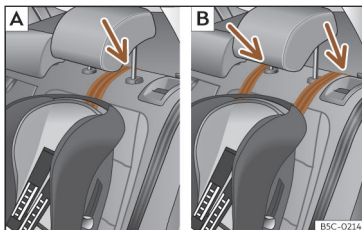

Fig. 39 Bancos traseiros: ajuste e montagem em função do cinto Top Tether.
- **Bancos traseiros:** passe a correia por baixo do encosto de cabeça (em função das instruções da própria cadeira, levante ou retire o encosto de cabeça se for necessário) >>> **Fig. 39.**